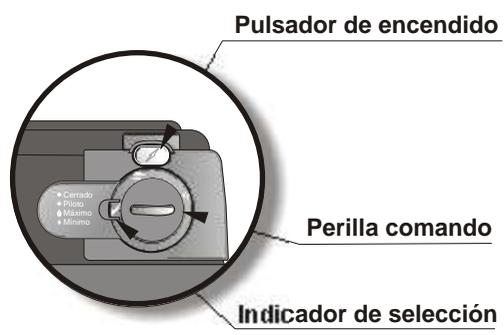

Fig. 21
- Presione a fondo la **Perilla de Comando (fig.21)** en la posición ● (Cerrado) y gírela hasta que el símbolo ★ (Piloto) quede alineado con el indicador de posición (fig. 21).
- Presione a fondo la **Perilla de Comando** (fig.21) en la posición ● (Cerrado) y gírela hasta que el símbolo ★ (Piloto) quede alineado con el indicador de posición (fig. 21).